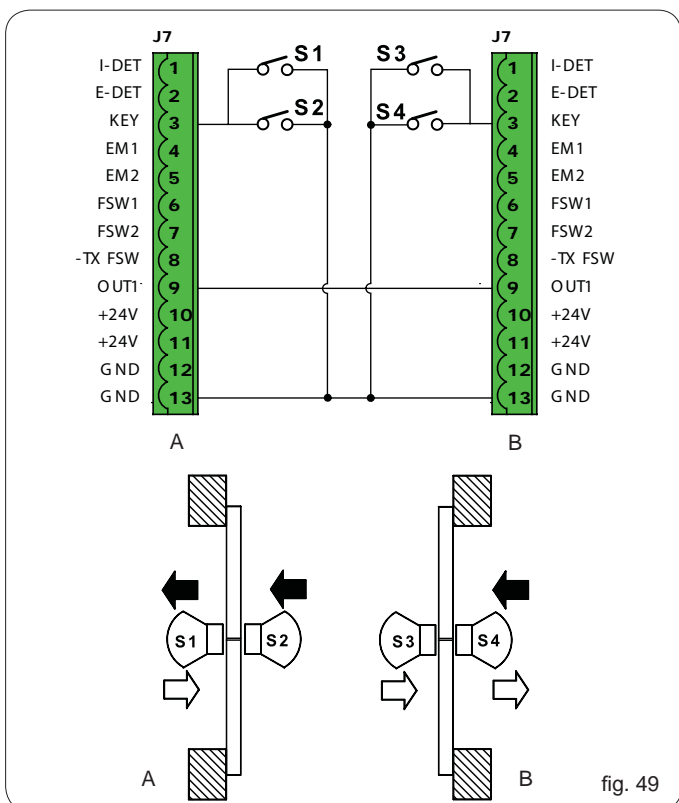

fig. 49
- Gör två kopplingar mellan J6 terminalkort och de två E100 kontrollkortet och sensorn som visas i Fig. 49.